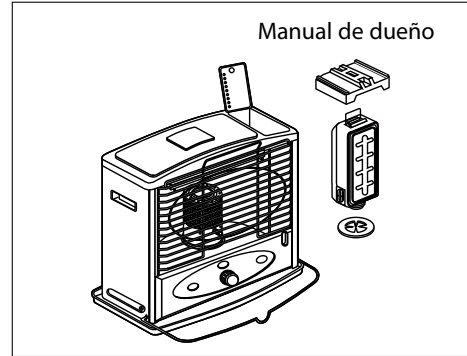

Fig. 2
1. SAQUE EL CALENTADOR Y TODOS LOS OTROS MATERIALES DE EMPAQUE DE LA CAJA (fig. 2)